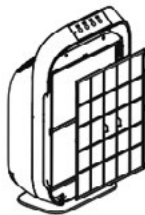

Abb. 2
3. Nehmen Sie den Vorfilter (2) heraus. Der Filter wird im Gerät mithilfe acht Halterungen befestigt. (Abb.2).